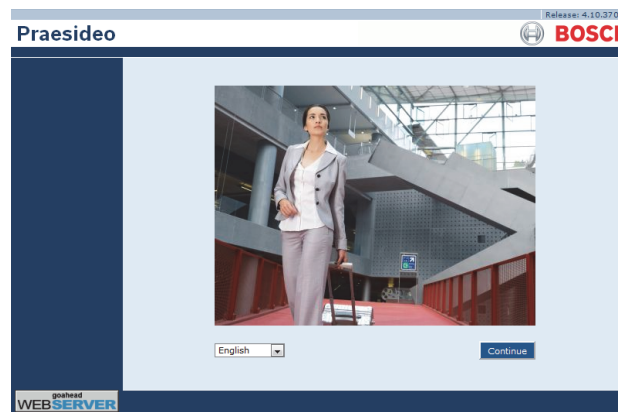

figura 37.6: Pagina iniziale dell'interfaccia web Praesideo.
- 2 Inserire l'indirizzo IP del controller di rete nella barra degli indirizzi. Non utilizzare zero iniziali nell'indirizzo IP. Ad esempio, se l'indirizzo IP visualizzato nel controller di rete è 192.168.000.015, digitare 192.168.0.15 nella barra degli indirizzi. Appare una schermata simile a quella in figura 37.6.